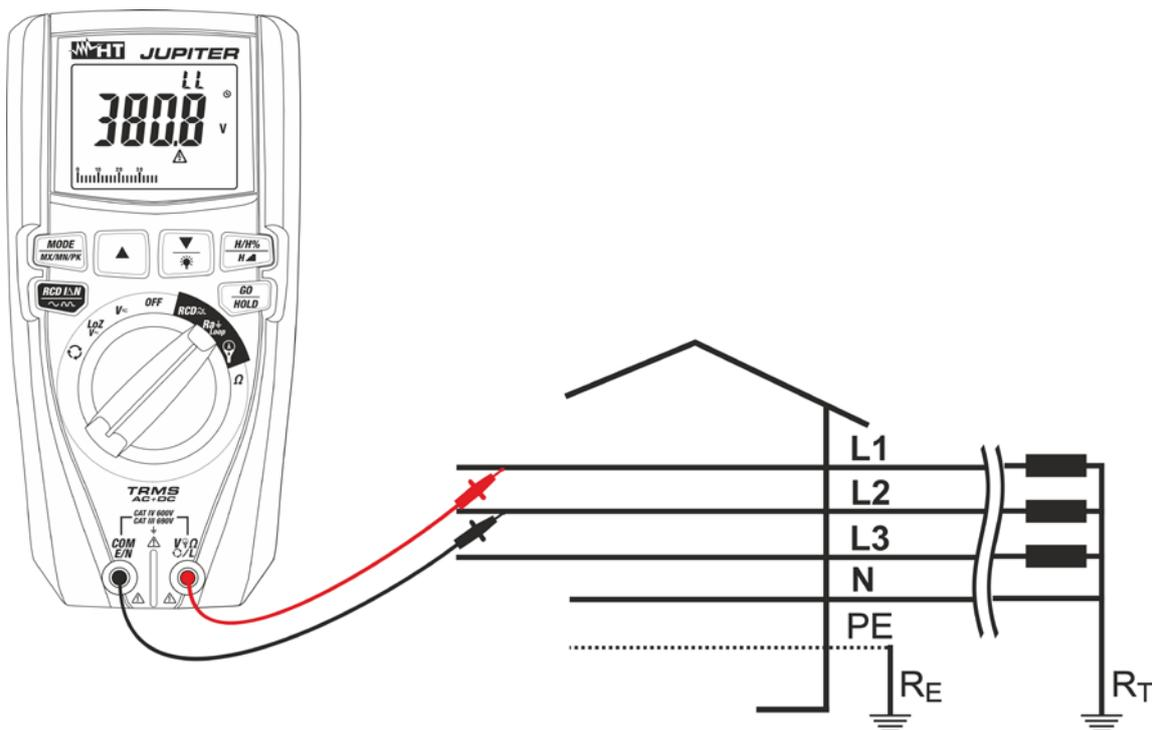

Fig. 27: Uso do instrumento para medir a impedância Loop L-L com ponteiras
9. **Para medição do Loop L-L** no caso de usar ponteiros de medida inserir o condutor vermelho no terminal de entrada  $V_{\Omega L}$  e o condutor preto no terminal de entrada **COM/E/N** e ligar o instrumento à instalação em exame (ver Fig. 27). O valor da tensão Fase-Fase é apresentado no display.